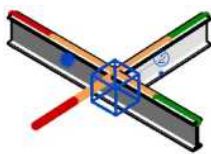

图 8-34 调整剪切图元
(3) 单击编号标签下的菱形符号，以更改由“连接端切割”工具剪切的图元，如图 8-34 所示。